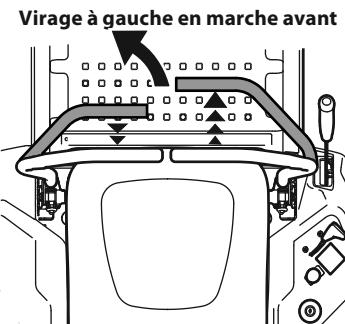

Figure 26
- Pour tourner à gauche, tirez la barre de conduite gauche vers vous et poussez la barre de conduite droite vers l'avant. Voir Figure 26.